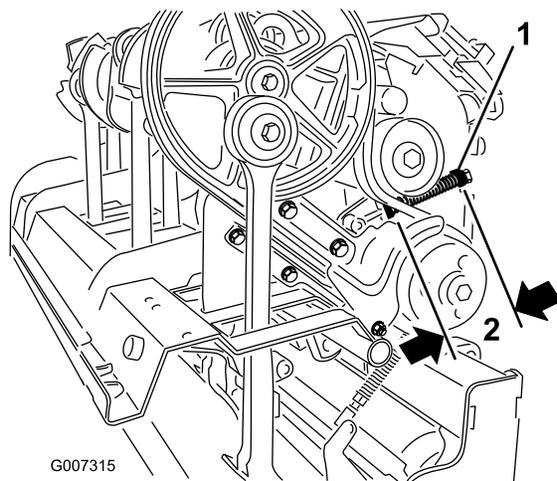

Bild 34
- C. Lösen Sie die Sicherungsmutter, mit der der Federhalter befestigt ist (Bild 34).
- D. Stellen Sie den Federhalter so ein, dass Sie die gewünschte Länge der zusammengedrückten Feder erhalten (Bild 34).